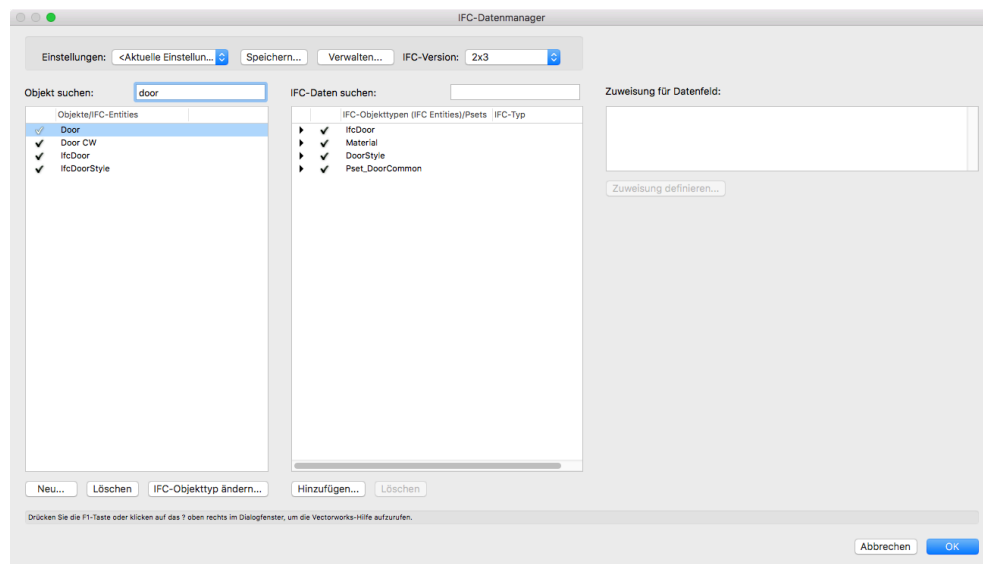

BILD 21
2. Aktivieren Sie in der Liste das Objekt, das bearbeitet werden soll. Verwenden Sie dazu ggf. das Suchfeld **Objekt suchen** über der Liste (BILD 21).